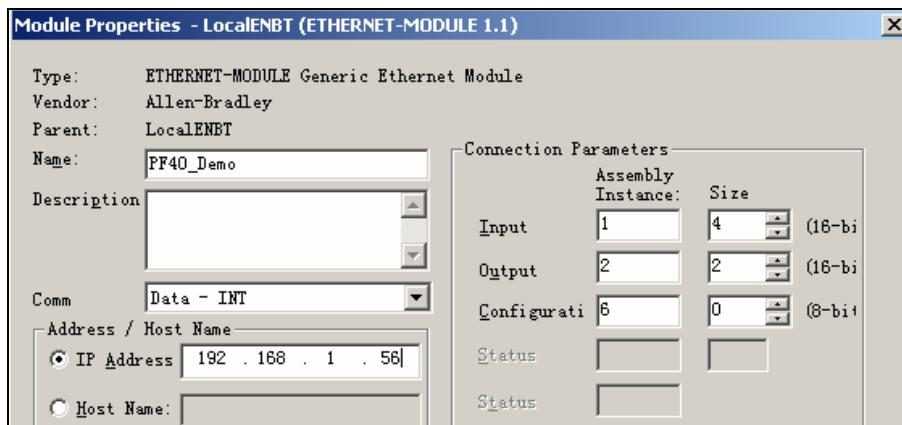

图 3-25 设置通用模块属性
17. 2-Comm-E 的 IP 地址：192.168.1.56，且 Connection Parameters (连接参数) 设置如图 3-25 所示。